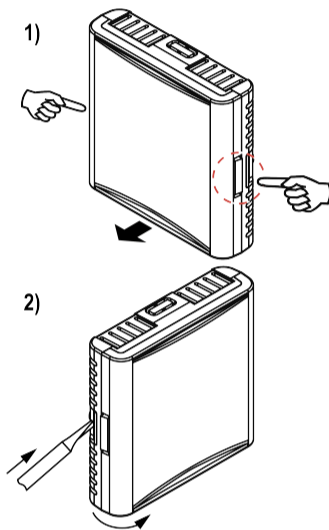

Рисунок 5.5 – Снятие крышки прибора
1. Снять крышку прибора (см. рисунок 5.5): одновременно нажать на защёлки на крышке прибора большим и средним пальцами одной руки и потянуть крышку на себя (1) или вставить в пазовое отверстие кронштейна, вдоль скоса защёлки, плоскую отвертку до упора и потянуть крышку на себя (2).